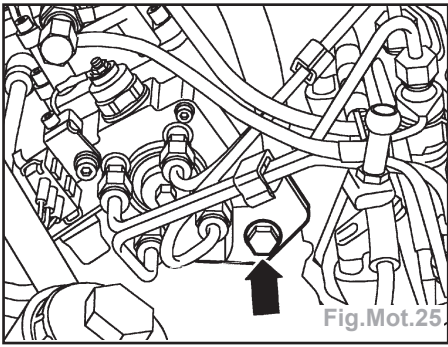

Fig.Mot.25.
- Retirer ensuite la vis de fixation de l'appui arrière (flèche) (Fig.Mot.25).